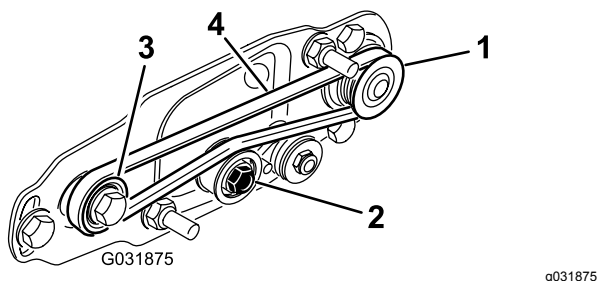

Figura 26
A. Coloque la correa alrededor de la polea motriz y luego por encima de la polea tensora (Figura 26).
B. Empiece a colocar la correa en la polea arrastrada (Figura 26).